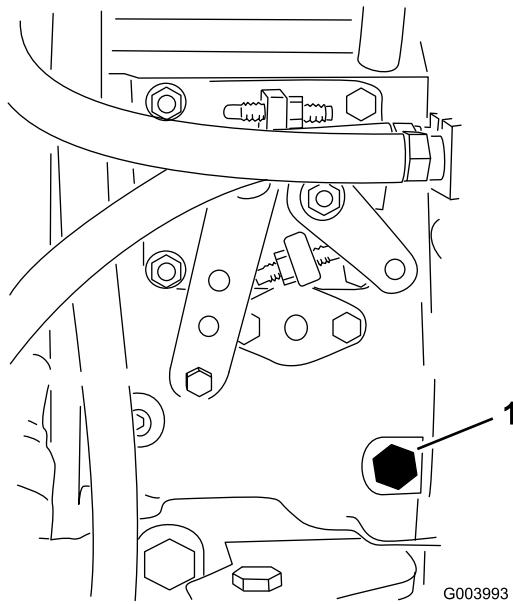

Figure 39
- Desserrez la vis de purge sur la pompe d'injection (Figure 39) à l'aide d'une clé de 12 mm.